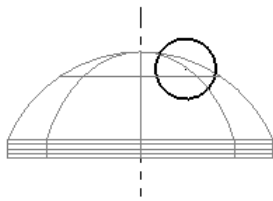

图 5.4.20 绘制圆
① 定义绘图线型。在状态栏的下拉列表中选择选项，完成绘图线型的设置。
② 选择命令。选择下拉菜单 **绘图(C)** $\rightarrow$ **线(L)** $\rightarrow$ **绘制任意线(E)...** 命令，系统弹出“直线”工具栏。
③ 绘制中心线。分别在“自动抓点”工具栏的  文本框、 文本框和  文本框中输入值 0, -10, 35, 并分别按 Enter 键确认; 然后在“直线”工具栏的  文本框中输入值 50, 按 Enter 键确认; 在  文本框中输入值 90, 按 Enter 键确认。
④ 单击按钮，完成中心线的绘制。
(3) 绘制图 5.4.20 所示的圆。
① 定义绘图线型。在状态栏的下拉列表中选择选项；在下拉列表中选择第二个选项。
② 选择命令。选择下拉菜单 **绘图(C)** $\rightarrow$ **圆弧(A)** $\rightarrow$ **已知圆心点画圆(C)...** 命令，系统弹出“编辑圆心点”工具栏。
③ 定义圆心位置。分别在“自动抓点”工具栏的  文本框、 文本框和  文本框中输入值 12, 23.5, 35, 并分别按 Enter 键确认。
④ 设置圆参数。在“编辑圆心点”工具栏的  文本框中输入值 16，按 Enter 键确认。
⑤ 单击按钮，完成圆的绘制。